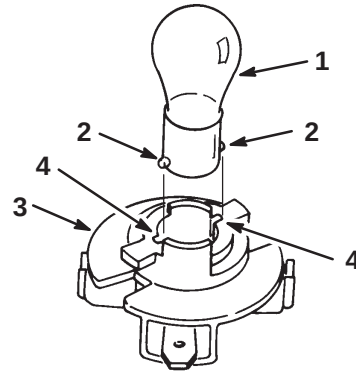

Figure 50
4. Poussez sur l'ampoule pour la tourner à fond vers la gauche (env. 1/4 tour) et retirez-la de l'embase (Fig. 50).
1. La base de l'ampoule est munie d'ergots métalliques de part et d'autre. Alignez ces ergots face aux fentes de l'embase et insérez le culot dans la douille de l'embase (Fig. 50). Poussez sur l'ampoule et tournez-la à fond vers la droite.